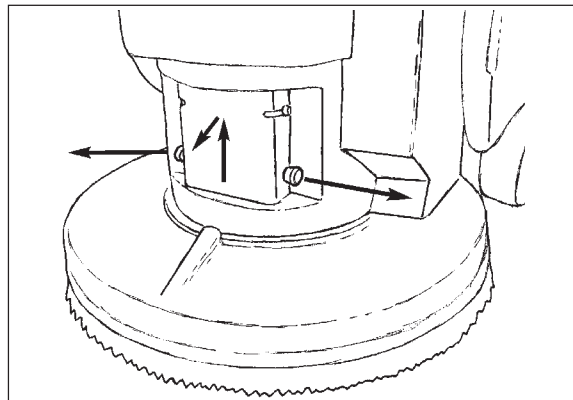
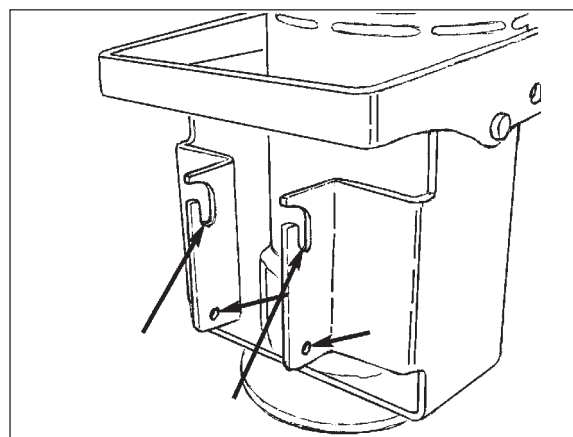

Abb. 18
Abb. 19
- Hochvolumen - In dieser Phase leuchtet die rote Lampe am Ladegerät auf (siehe Abb. 18). Das Ladegerät leitet nun seine volle Stromstärke an die Batterien. Die Batterien werden in dieser Stärke versorgt, bis sie ca. 75% ihrer Kapazität erreichen.
HINWEIS: Es ist nicht erforderlich, beim Ausbauen oder Installieren der Bürste oder des Führungstellers das Bürstengehäuse zu entfernen. Für einen besseren Zugang zur Bürste oder beim Fahren der Maschine auf eine Rampe kann das Bürstengehäuse entfernt werden. Das Bürstengehäuse wird entfernt, indem der Federstift an der linken Gehäusesseite nach außen gezogen und dann das Bürstengehäuse nach oben und außen gehoben wird (siehe Abb. 18). Installieren Sie das Bürstengehäuse in umgekehrter Reihenfolge. Achten Sie dabei darauf, dass die Querstange im Bürstengehäuse in die beiden Schlitze der Motorhalterung eingesetzt und dass der Federstift festgestellt wird. (siehe Abb. 19).